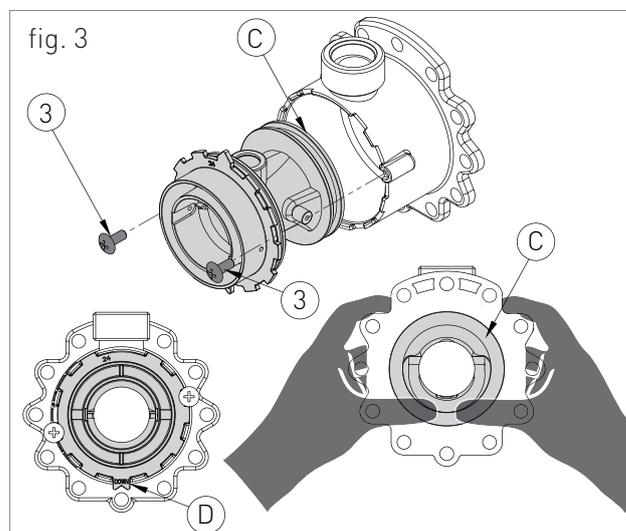

fig. 3
- › retirar los dos tornillos '3' (fig.3) y tirar desde la parte posterior del venturi 'C' (fig.3);
- › sustituir el venturi con el adecuado para el tipo de gas de suministro y asegurarse de que el diente 'D' (fig.3) se ajusta hacia abajo en el cuerpo de aluminio (ver fig.3);